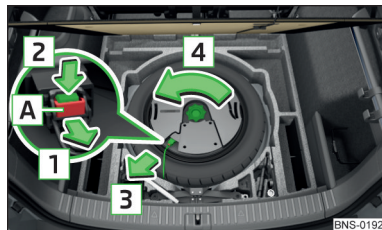

Fig. 339
- › Trageți elementul de blocare **A** din conector în sensul săgeții **1** » fig. 339.
- › Înșurubați piulița de siguranță în sensul opus săgeții **4**, până la capăt » fig. 339.